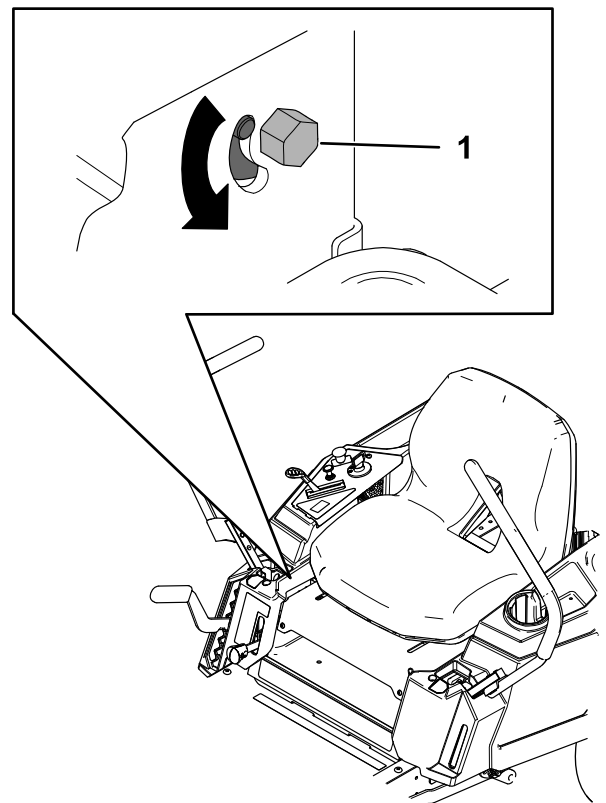

Bild 54
3. Suchen Sie die Einstellschraube für den Spurlauf in der Nähe des Fahrtriebshels auf der Seite, die eingestellt werden muss (Bild 54).